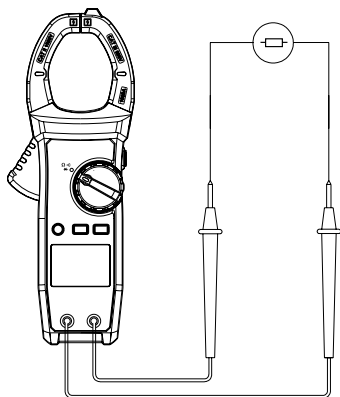

Рис.7. Проверка целостности
2) Установите переключатель на «••») и подсоедините щупы тестовых проводов к проверяемому элементу цепи (см. рис. 7). При значении сопротивления элемента цепи <30 Ом, цепь считается целостной, будет звучать непрерывный звуковой сигнал. Если сопротивление между контактами превышает 50 Ом, звукового сигнала нет, что говорит об обрыве.